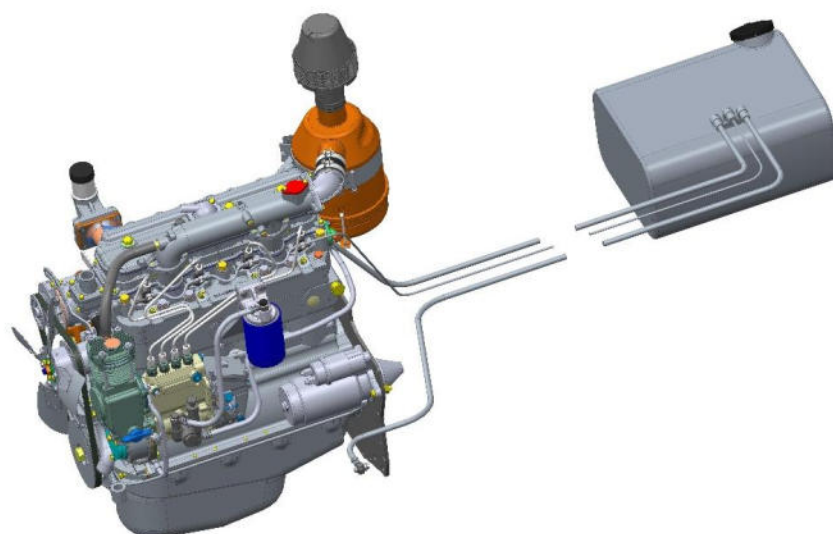
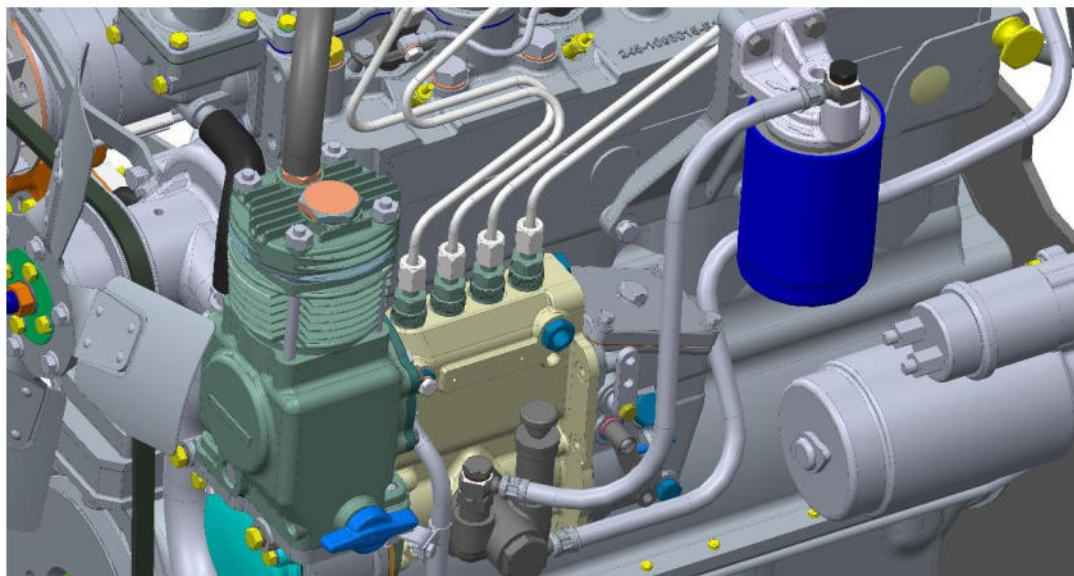

рис. 4.12. Схема двигателя с ТНВД
рис. 4.13. Схема двигателя с ТНВД
- 1) Отсоединить топливопроводы, подходящие к ТНВД: подачу топлива с ФТО и обратную магистраль вместе с перепускным клапаном 8 (рис. 4.12 и рис. 4.13).